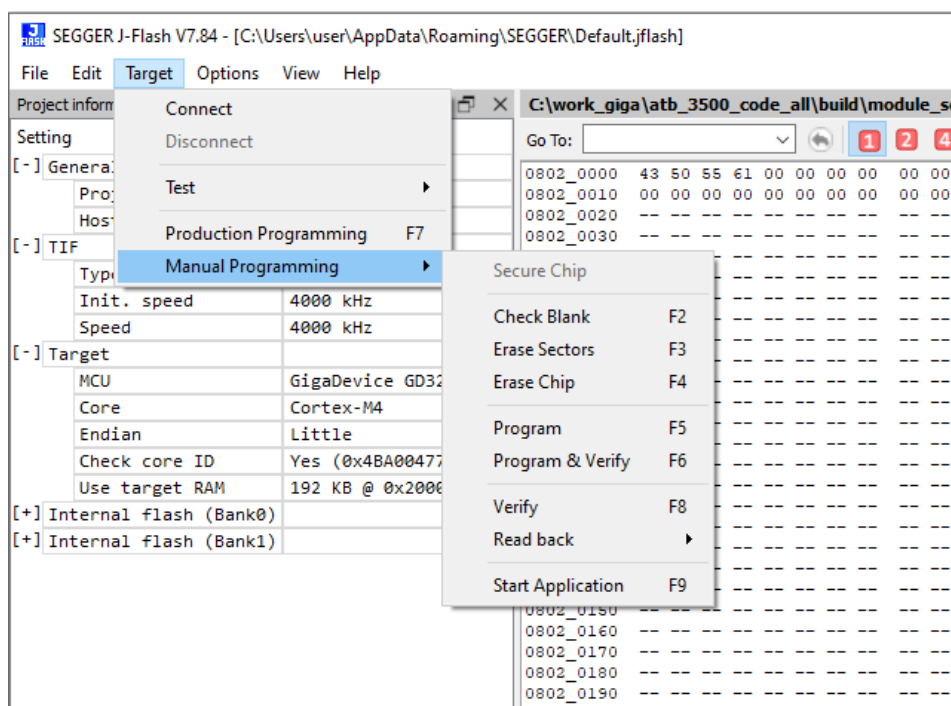

Рисунок 5 — Иллюстрация выбора опций **Manual Programming** → **Program and Verify**
2.10 Чтобы запустить установку ПО на ПУ, в меню **Target** выбрать опцию **Manual Programming**, а затем опцию **Program and Verify** (рисунок 5).